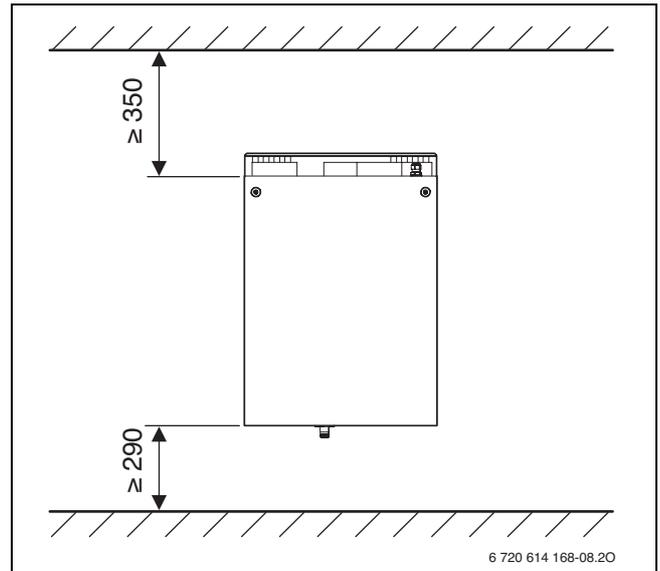
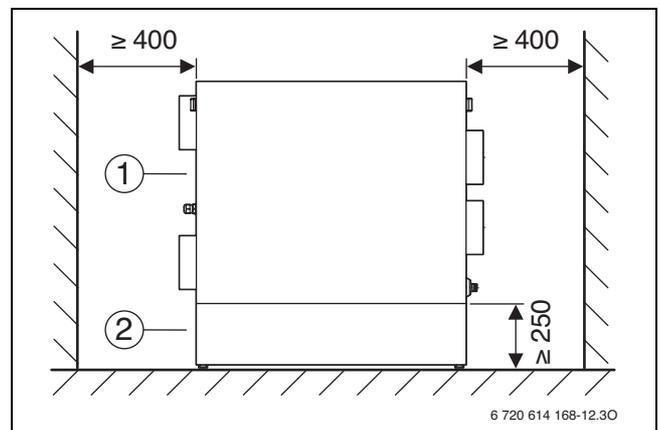

Bild 17 Mindestabstand bei der Gerätemontage LP 150
Bild 18 Mindestabstand bei der Gerätemontage LP 250/LP 350
- ▶ Mindestabstände zu Wänden, Decke und Boden beachten (→ Bild 17 bzw. Bild 18). Der Mindestabstand vor dem Gerät beträgt 500 mm.